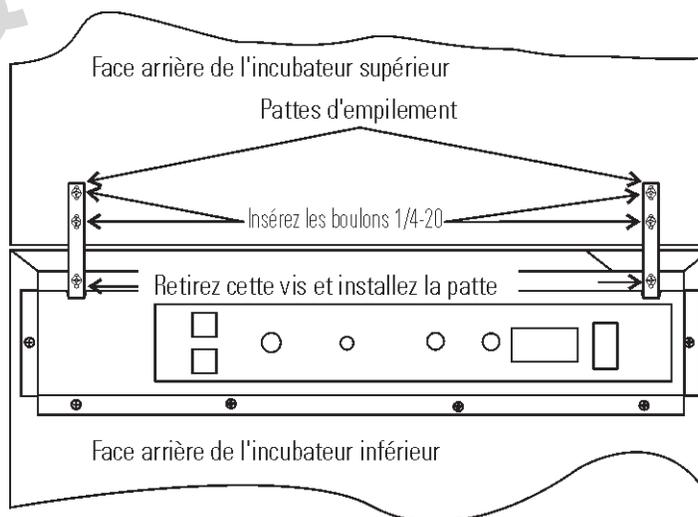

Figure 1-8. Retrait des deux vis du panneau de commande
6. Retirez les deux vis situées à l'arrière du panneau de commande de l'unité du bas, identifiées Figure 1-8, et mettez-les de côté.